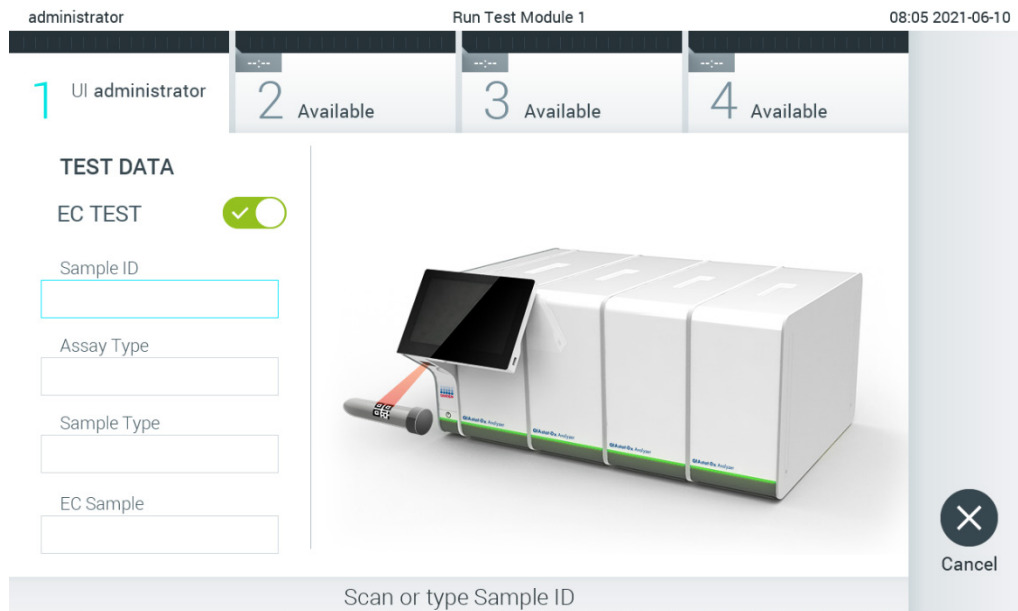

Figura 88. Ativando o botão de alternância EC Test (Teste de EC) para habilitar um teste de EC (CE).
2. Ative o botão de alternância EC Test (Teste de CE) (Figura 88).
3. Quando solicitado, efetue a leitura do código de barras de ID da amostra com o leitor de códigos de barras integrado no Módulo operacional (Figura 88).